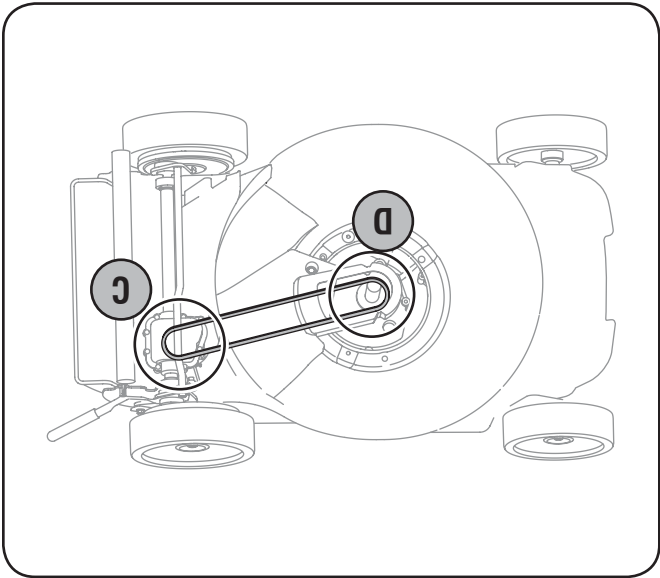

Fig. 7-3
- d. Quand la courroie est délogée de la transmission, abaissez le déflecteur du plateau de coupe pour pouvoir atteindre la poulie motrice et dégagez la courroie de la poulie et de dessous le plateau de coupe. Voir la Fig. 7-3.